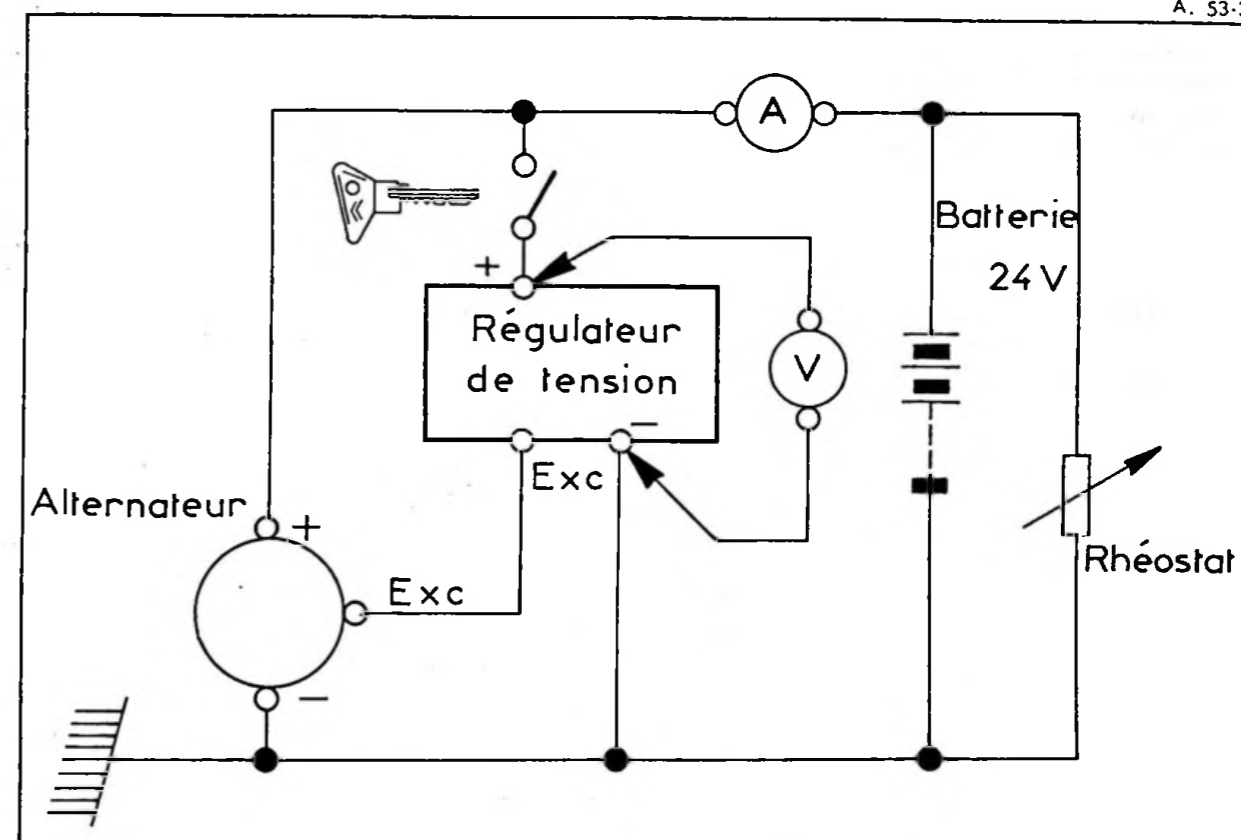

Fig. 2 Contrôle du régulateur
- Réaliser le branchement (ci-contre figure 2) à l'aide d'un ampèremètre A , d'un voltmètre V , et d'un rhéostat.